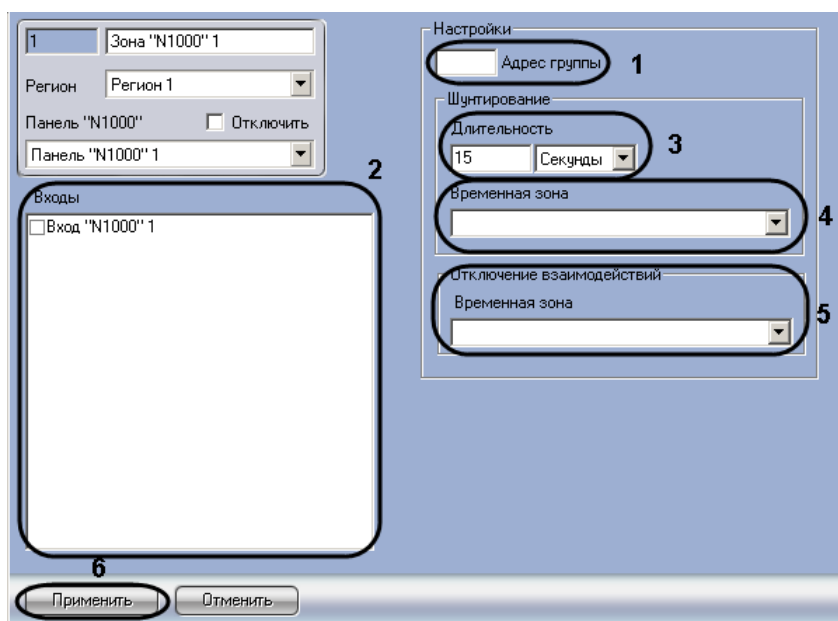

Рис. 3.5—4 Панель настроек объекта Зона "N1000"
2. Ввести адрес группы входов в соответствующем поле (см. Рис. 3.5—4, 1).
3. Установить флажки напротив тех входов, которые необходимо включить в группу (см. Рис. 3.5—4, 2).